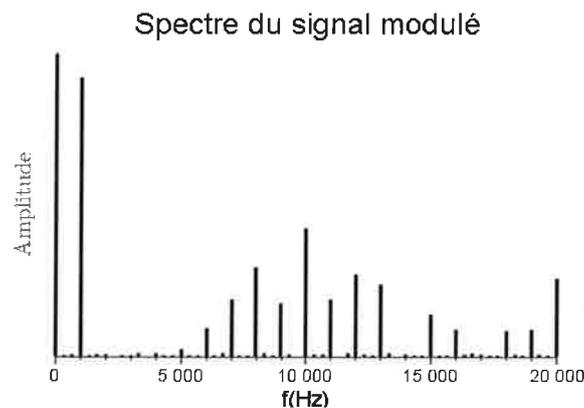

Figure A.4
- Q6.d.** On réalise expérimentalement la modulation de largeur d'impulsion. Pour savoir comment obtenir le signal modulant à partir du signal modulé (démodulation), on observe le spectre du signal. Celui-ci est donné Figure A.4 - l'échelle des amplitudes est arbitraire. Proposer, en le justifiant, le type de filtre permettant de démoduler le signal  $u_{mod}(t)$ .